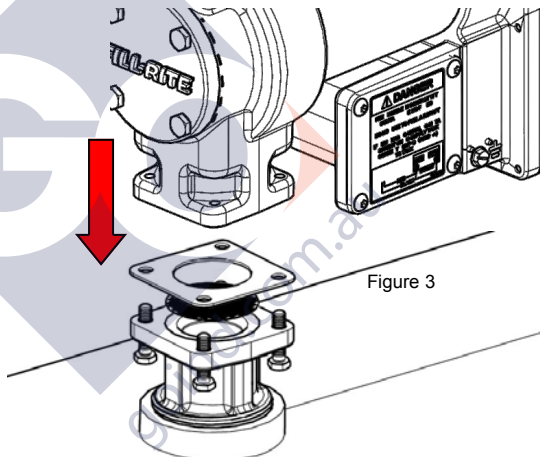

Figure 3
3. Monter la pompe sur l'adaptateur en s'assurant que le dispositif d'étanchéité et le filtre sont posés comme cela est illustré. (Figure 3).